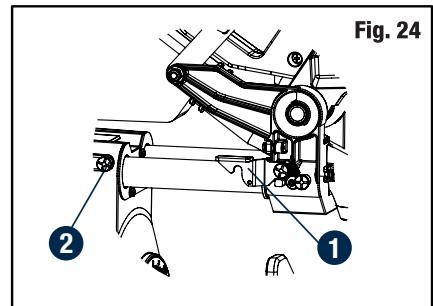

Fig. 24
**Butée du chariot coulissant (fig. 24)**